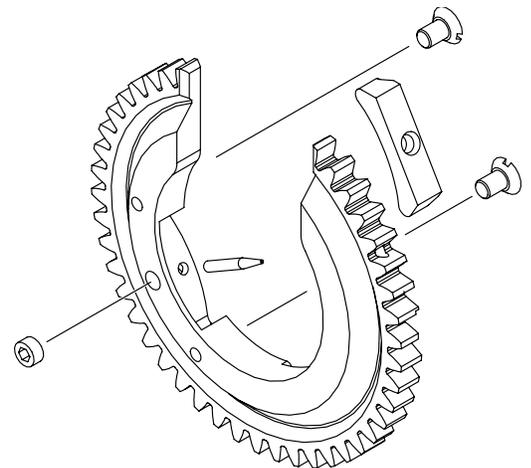

図 52：セラミック・インサートを取り付ける
2. 未使用の電極を取り付け、止めネジで固定します。図 52 をご参照ください。